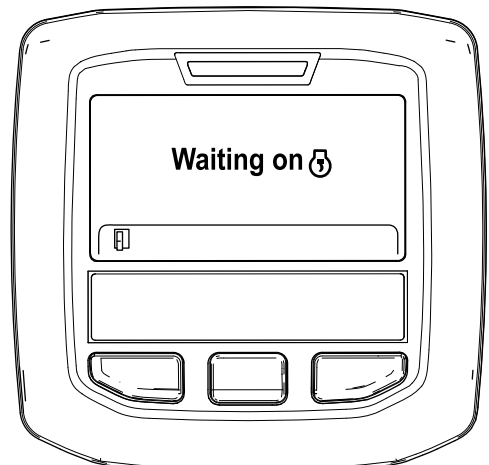

Figura 47
- B. Surge a mensagem "Waiting on [DPM icon]" (À espera de) (Figura 47).